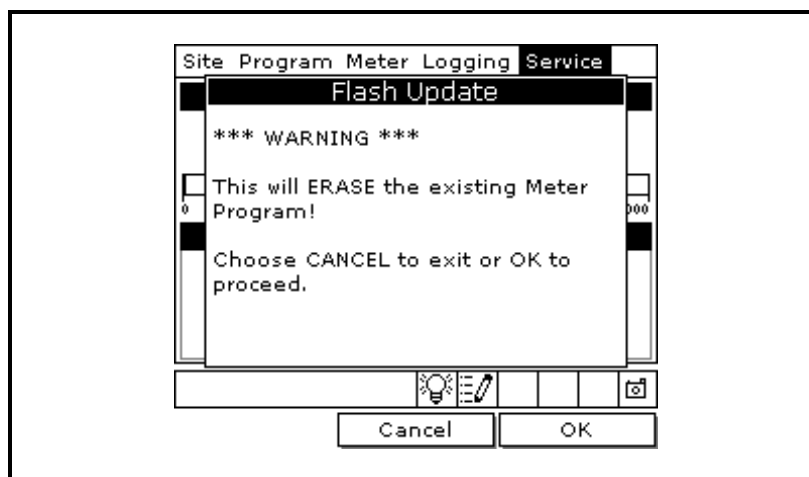

图 5-4 : Flash Update (闪存更新) 窗口
3. 使用方向键滚动至 Flash Update (闪存更新)，然后按 [ENTER] (进入)。此时将出现类似于下图 5-4 的屏幕。